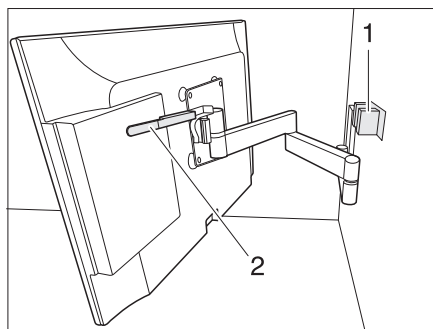

Bild 57 Fäste med ledad arm
- Tryck spaken (Bild 57,2) nedåt för att lossa den platta bildskärmen ur spärren (Bild 57,1). Släpp spaken.